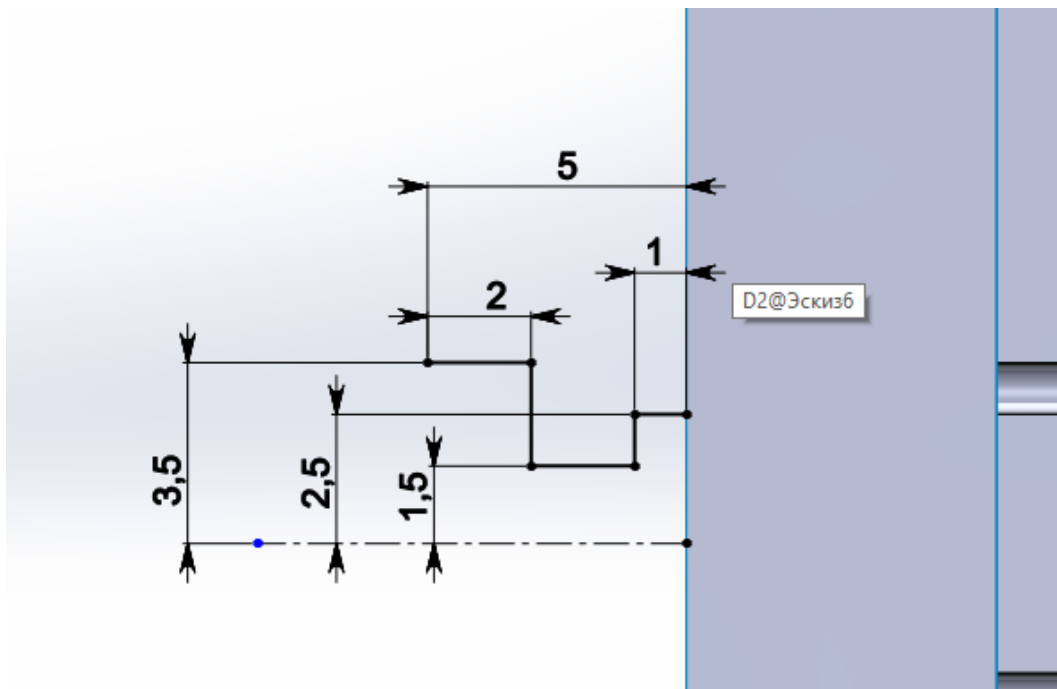

Рис. 21. Построение эскиза
22. На новой плоскости создаем эскиз, как показано на рис. 21, со стороны поверхности, имеющей одно отверстие.